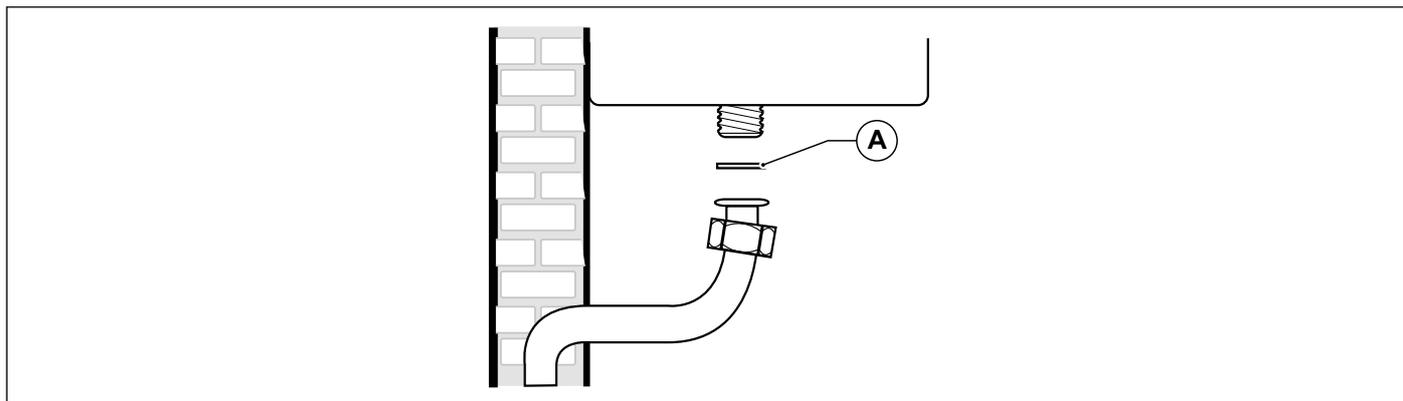

Fig. 17 Raccordement au réseau de gaz
Pour brancher la connexion de gaz de la chaudière à la tuyauterie d'alimentation, IL EST OBLIGATOIRE d'interposer un joint (A) de butée étanche ayant les dimensions adéquates et d'un matériau approprié (voir Fig. 17 Raccordement au réseau de gaz).